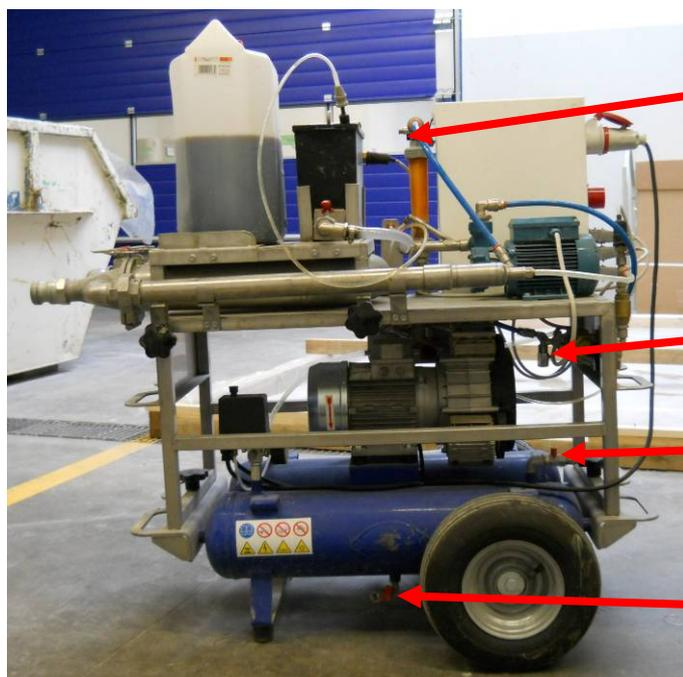

Рис. 3. Сливные краны на водопроводной арматуре и компрессоре
- Закройте сливные краны на водопроводной арматуре (рис. 3, поз. 1 + 2).